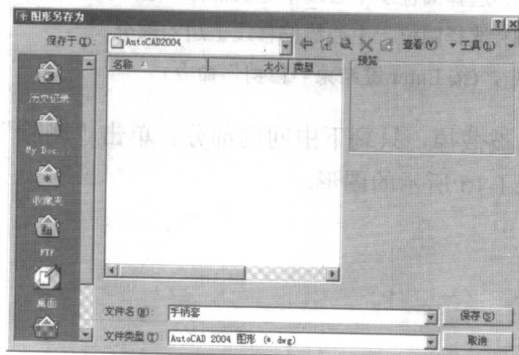

图 1-13 保存图形
(1) 启动程序: 在桌面上双击 AutoCAD 2004 应用程序图标 , 或选择“开始”→“程序”→“AutoCAD 2004”→“AutoCAD 2004”命令, 打开 AutoCAD 2004 应用程序窗口, 开始画图。
(2) 新建图形: 选择“文件”→“新建”命令或单击工具栏上的  按钮新建一个文件, 出现“选择样板”对话框, 选择默认模板 acadiso.dwt, 单击“打开”按钮开始绘制新图。
(3) 保存图形: 选择“文件”→“保存”命令或单击工具栏上的  按钮保存文件, 出现如图 1-13 所示的“图形另存为”对话框, 在“保存于”后的下拉列表框中选择存放文件的位置, 在对话框下方的“文件名”文本框中输入“手柄套”作为该文件的文件名。